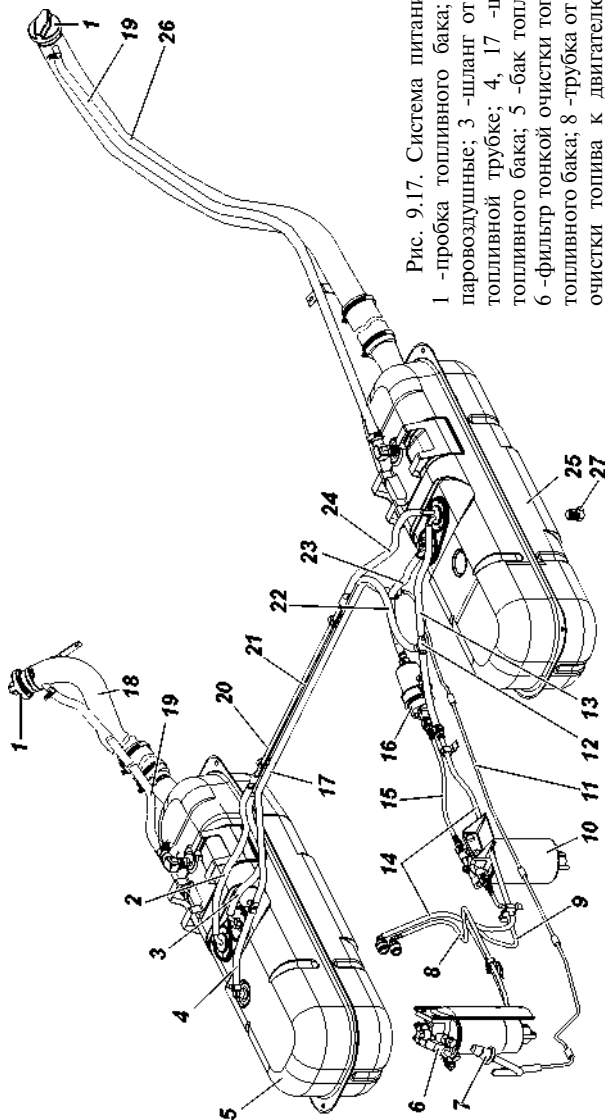

Рис. 9.17. Система питания двигателя:
#### **Система питания (рис. 9.17)**
**Топливные баки 5, 25 (рис. 9.17).** Обслуживание топливных баков заключается в периодической промывке фильтра приемной трубки указателей уровня топлива и самих баков.
- слейте топливо отвернув пробку 27 (рис. 9.17);
**Топливный электронасос 16** (рис. 9.17) проточного типа.